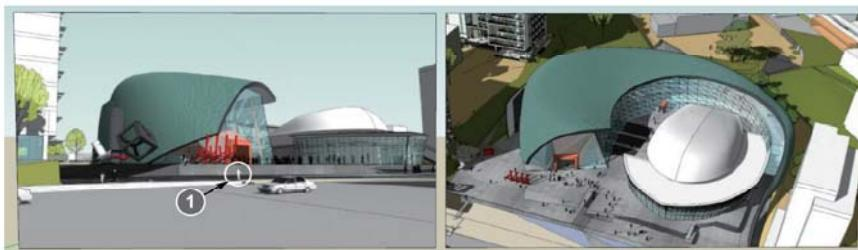

图 2.4.4 并排放置的图片与其上的参照物
(1) 把两幅参考图片“拉入”SketchUp 工作窗口，调整到一样大小，如图 2.4.4 所示，这里假设两幅图片有相同的比例。应注意图 2.4.4 ①处有个白色的人形，可以用此人形的身高来作参照尺寸。